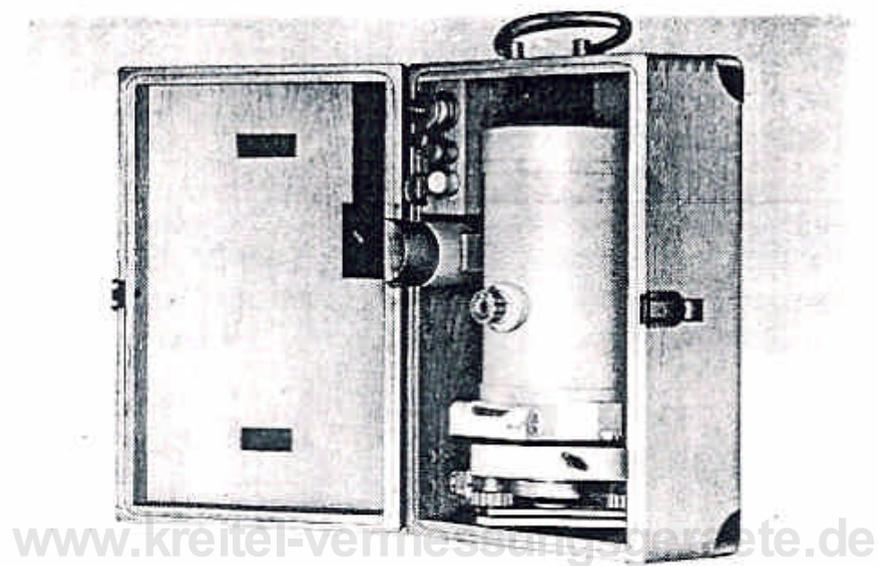

Bild 2 - FG-L100 im Holzbehälter
- Anzugschraube (11) herausdrehen
- Instrument entsprechend Bild 2 in den Behälter legen